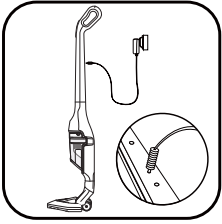

fig. 5
- Branchez le chargeur à la prise secteur et connectez-le à l'endroit prévu situé derrière le manche (fig.5).
- Le témoin lumineux de chargement (4) situé à l'avant s'allume. Laissez l'aspirateur en charge. Le témoin lumineux s'éteint à la fin du cycle de charge (environ 16 heures). L'appareil peut rester en charge en permanence sans aucun risque. Le support chauffe légèrement, il s'agit d'un phénomène tout à fait normal.